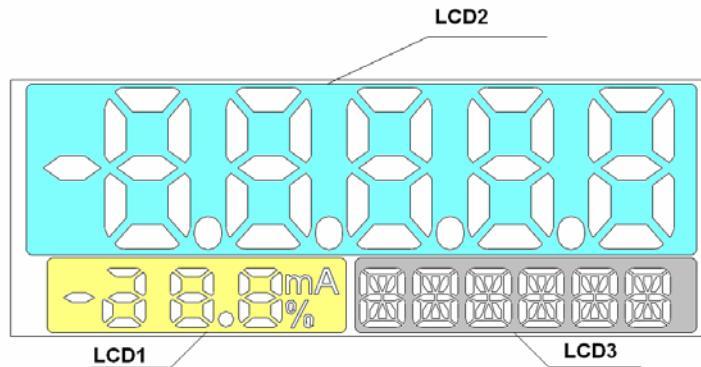

Рисунок 2 – Внешний вид индикатора LCD
4.2 Преобразователи оснащены LCD индикатором с LED подсветкой (рисунок 2).